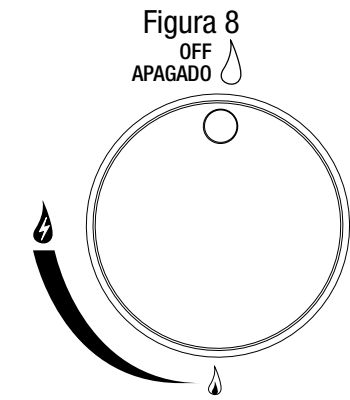

Figura 8
9. En caso de que el encendedor no encienda el quemador, use una cerilla encendida colocada en la vara de encendido que se acompaña para encender los quemadores manualmente. Acerque la llama de la cerilla al lado del quemador (vea Figura 8).